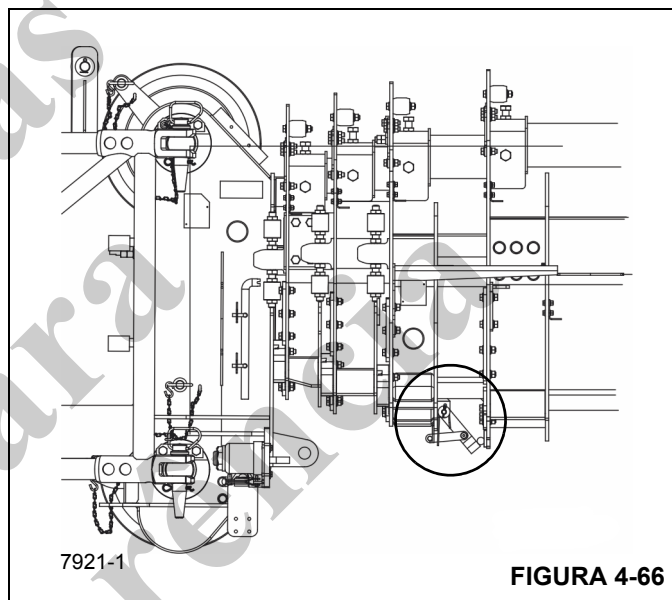

FIGURA 4-66
5. Puxe para baixo a alça para desengatar o calço de parada da extensão da lança acionado por mola (Figura 4-66). Coloque a extremidade da alça na placa de retenção.